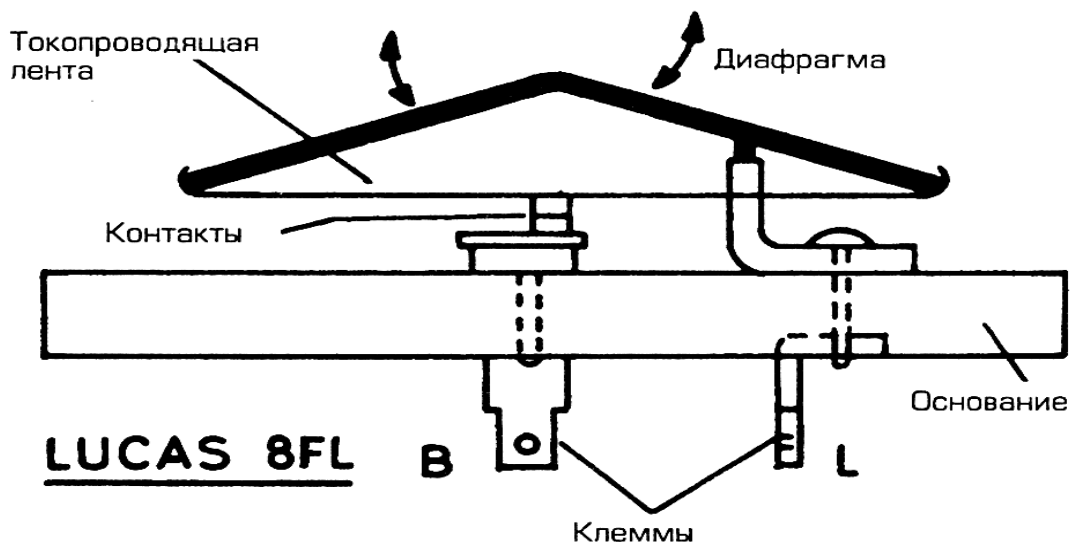

Рисунок 5.15 – Прерыватель ламп указателей поворота и аварийной сигнализации диафрагменного типа
15. Опишите устройство и принцип действия теплового прерывателя диафрагменного типа (рисунок 5.15).